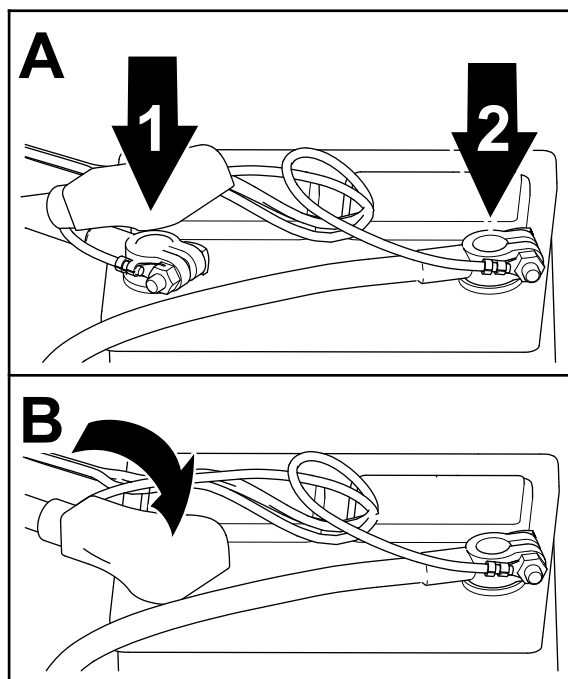

Figura 21
1. Montate il cavo negativo della batteria sul polo negativo della batteria (Figura 21).
3. Montate il cavo positivo della batteria sul polo positivo della batteria (Figura 21).
5. Montate l'isolatore sul polo positivo della batteria (Figura 21).